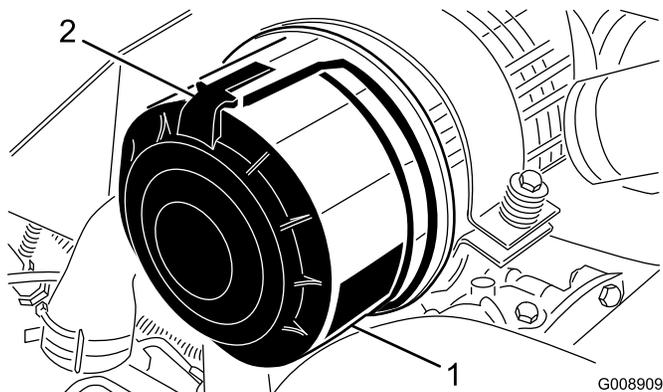

Figure 43
1. Desserrez les fixations qui maintiennent le couvercle sur le corps du filtre à air (Figure 43).